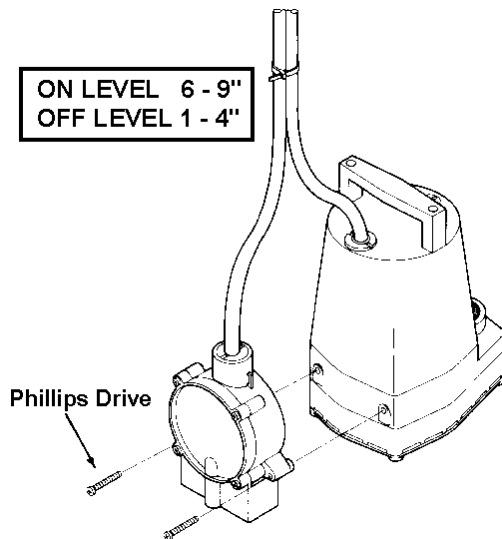

FIGURE 1 - RS-5 MOUNTED TO 5-MSP SERIES
1. For installation on the 5-MSP pump, refer to Figure 1. Attach the RS-5 directly to the 5-MSP housing using the two Phillips drive screws provided, as shown in Figure 1. Use the cable ties provided to secure the power cords together. To ensure proper operation of pump and switch, place pump on a solid surface in water at least 1" deep.
1. Pour installer l'appareil sur une pompe 5-MSP, se référer à la Figure 1. Fixer directement le RS-5 à l'enveloppe de la 5-MSP à l'aide de deux fausses vis Phillips tel qu'illustré à la Figure 1. Rassembler les cordons d'alimentation à l'aide des attaches de cordons fournies. Pour que la pompe et l'interrupteur fonctionnent correctement, placer la pompe sur une surface solide, dans l'eau, à une profondeur d'au moins 2,5 cm (1 po).